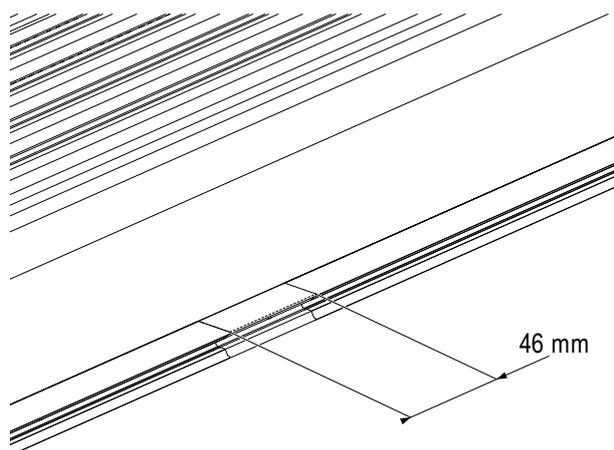

Abb. 94: Maß anreißen
- Auf der Schleifleitung das Maß 46 mm an der gewünschten Stelle anreißen (siehe projektspezifische Unterlagen) und mit einem Trennwerkzeug herausschneiden (siehe Kapitel 6.3.2.1) (siehe Abb. 94).